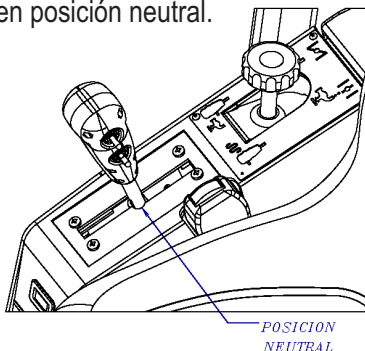

Figura 18. Palanca de avance-reversa
4. Asegúrese que la palanca de avance-reversa del rodillo (Figura 18) este en posición neutral.